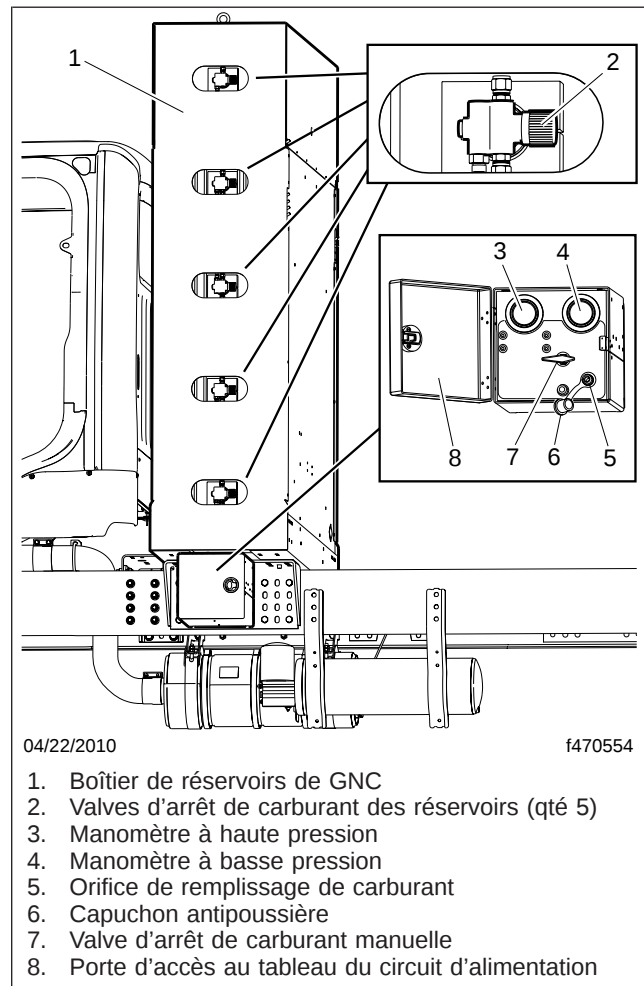

Fig. 19.1, Boîtier de réservoirs de GNC (système à 5 réservoirs illustré)
2. Assurez-vous que toutes les valves d'arrêt de carburant des réservoirs sont ouvertes. Voir la figure 19.1.